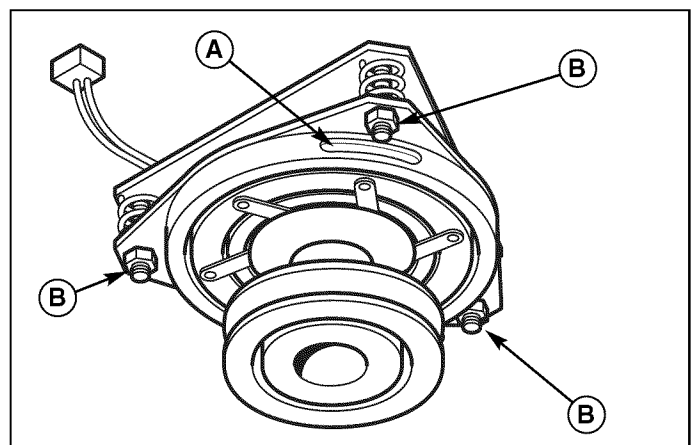

Figura 21. Ajuste de embrague del PTO
2. Tome nota de la posición de las 3 ventanas de ajuste (A, Figura 21) en el lado del disco portafreno y las tuercas mecánicas de ajuste (B).